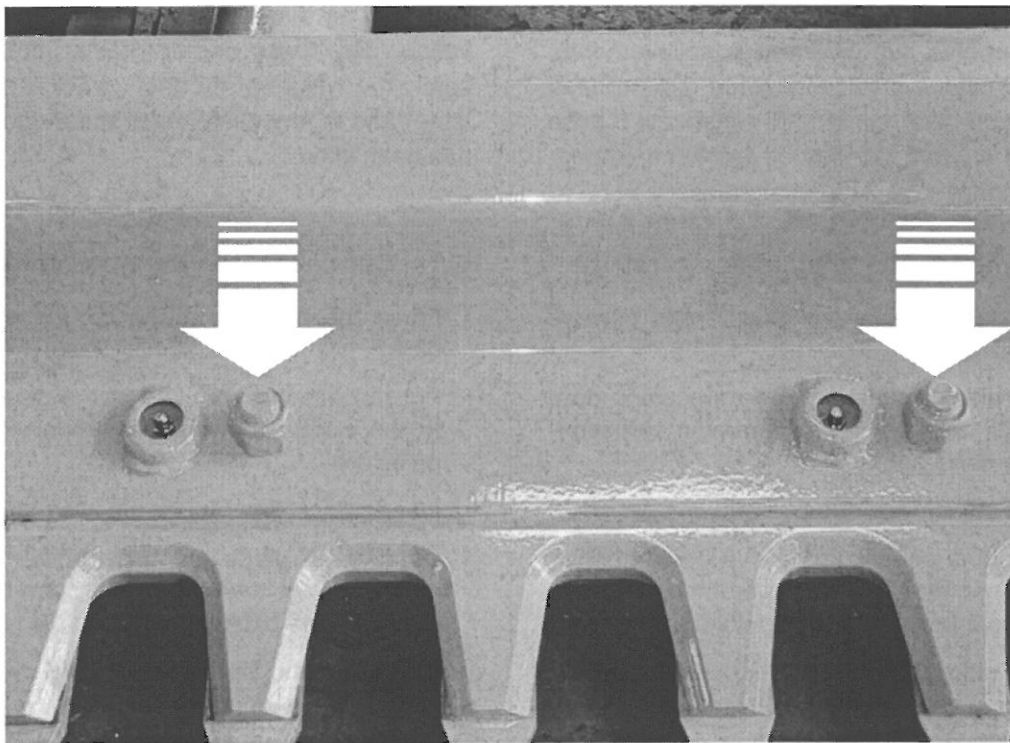

Fig. 3
- Controllare lo scorrimento delle lame e se si nota troppo gioco, registrare il serraggio agendo sui premilama (Fig. 3).
- Check the blade sliding and in case it is loose, adjust the tightening working on the nuts (Fig. 3).